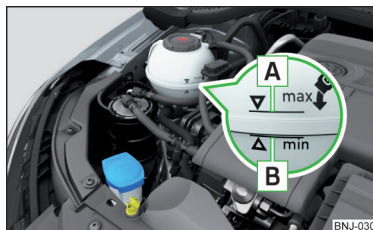

Fig. 261
Verificar el estado del líquido refrigerante - el líquido refrigerante tiene que estar entre las marcas **A** y **B** » fig. 261. Si el estado del líquido refrigerante está debajo de la marca **B**, rellenar el líquido refrigerante.
La **especificación** del líquido refrigerante se encuentra en el depósito de compensación del líquido refrigerante » fig. 261.
- No rellene el depósito de líquido refrigerante por encima de la marca **A** » fig. 261. El líquido refrigerante puede ser presionado por el calentamiento del sistema de refrigeración - Existe el peligro de un daño de las partes del vano motor.